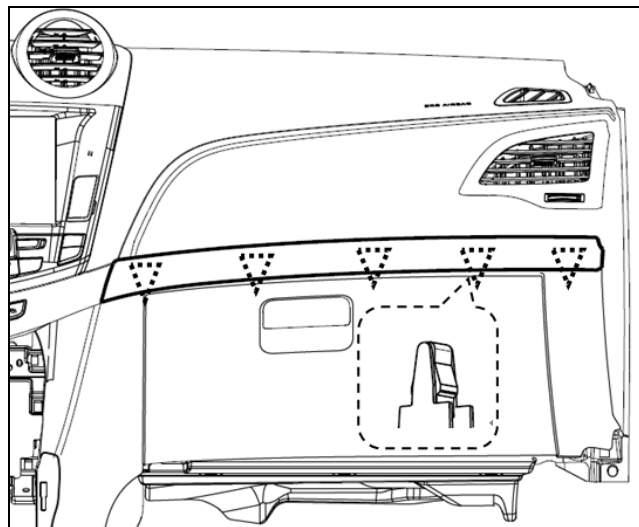

图1-1-8-1 仪表盘右饰条安装结构示意图
- (1) 用头部缠绕柔性胶带(或其它柔性产品)的一字螺丝刀小心撬起图1-1-8-1所示的五个卡扣安装点;
- (2) 当卡扣都脱开时,取下仪表盘右饰条。